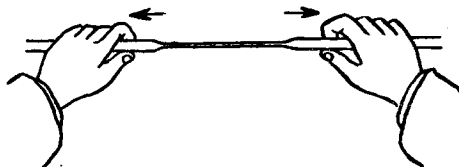

图 8
3. 拉玻璃管(制备毛细管): 将一内径约8mm的玻璃管以蒸馏水洗淨,烘干,按上法在火焰上加热。玻璃管受热部分约需2~3cm长。待玻璃管烧红变软,且开始下垂时,立即将玻璃管自火焰中取出,两手向左右平拉(图8)。开始时较慢